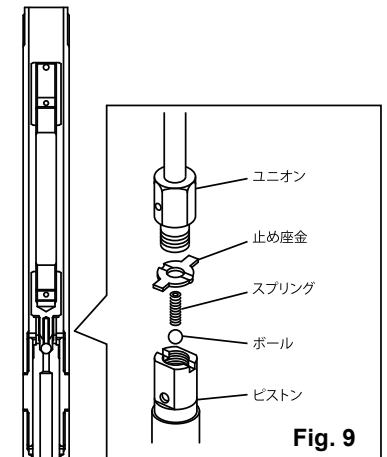

Fig. 9
- 9) ユニオンとピストンを止めている止め座金の折り曲げ部分を開き、スパナにてユニオンとピストンを分解し、ボール、スプリングを取り出してください。(Fig. 9)